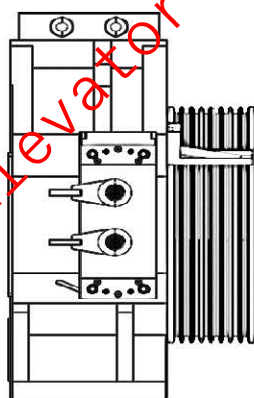

图 4-2-5 对角间隙
- 5. 制动器一个角的间隙调整完成，然后按照上述 1~4 的步骤调整另外三个角的间隙，先调整对角间隙（见图 4-2-5），然后调整余下两个角的间隙（见图 4-2-6）。